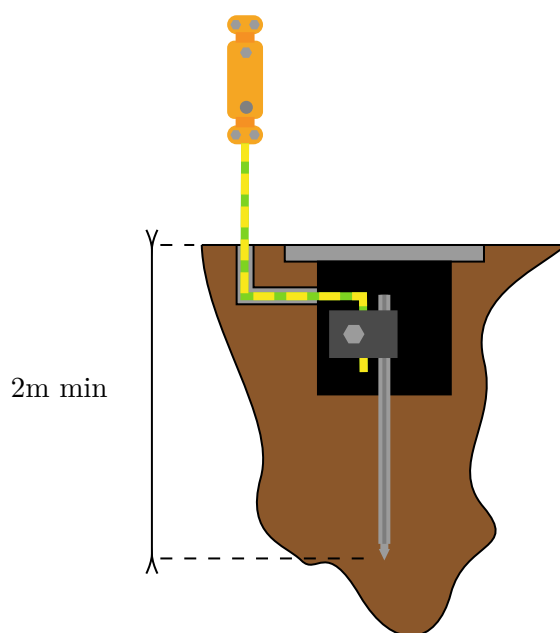

FIG. 1.11: Piquet de terre
**Piquet de terre** Si aucune des deux solutions précédentes n'est envisageable, on peut réaliser la prise de terre au moyen d'un piquet enfoncé dans le sol en respectant les règles de pose explicité dans le schéma figure 1.11 page 24.